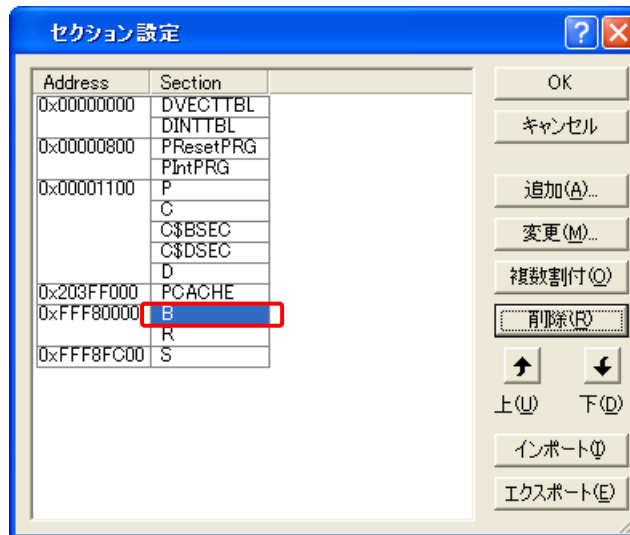

図5.3.17 セクション変更①
- (1) [セクション設定]ダイアログボックスにて、図 5.3.17に示すようにBセクションを選択し、"削除"ボタンをクリックします。